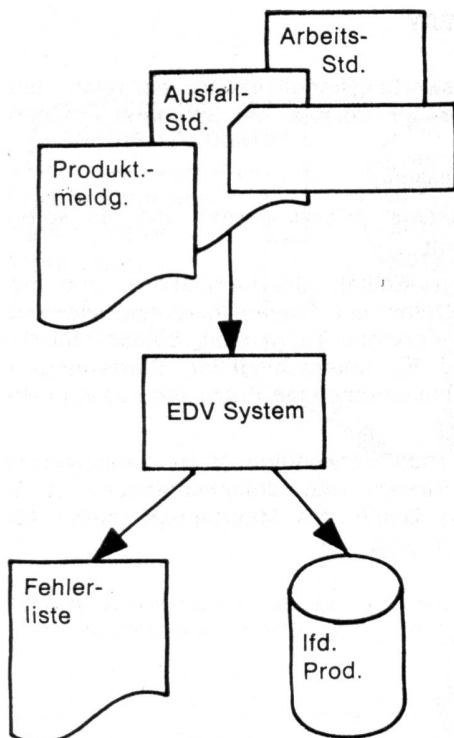

Abbildung 2
**Personalstamm:** Enthält notwendige (z. B. Personalnummer, Grundlohn, Kinder) und dokumentarische (z. B. Ausbildung, Militär) Daten des Mitarbeiters (siehe Abbildung 2).